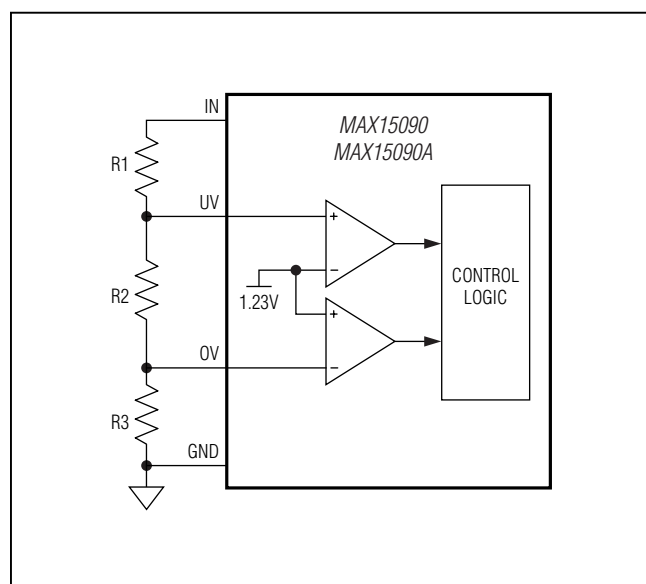

图1. 欠压/过压门限设置
1.23V)时，器件打开输出； V_{UV} 下降至($1.23\text{V} - V_{\text{UV_HYS}}$)以下或 V_{OV} 上升至1.23V以上时，器件关闭输出。通过连接在IN、UV和OV之间的外部电阻分压器，可将欠压/过压锁定门限灵活地设置为 V_{UVLO} 至18V之间的任意值。请参见图1以及设置欠压门限和设置过压门限部分。
当 $V_{CC} < 2.5\text{V}$ 或 $V_{UV} < V_{UV_TH}$ 时，内部MOSFET保持关闭。欠压锁定门限可通过IN至UV、OV和GND之间的电阻分压器(图1)设置。当 V_{CC} 大于2.7V且 V_{UV} 超过1.23V (典型值)时，内部MOSFET导通，进入常规工作状态。使用以下公式计算电阻值，以设置所需的欠压门限：
过压锁定门限可通过IN至UV、OV和GND之间的电阻分压器(图1)设置。使用以下公式计算电阻值，以设置所需的过压门限：